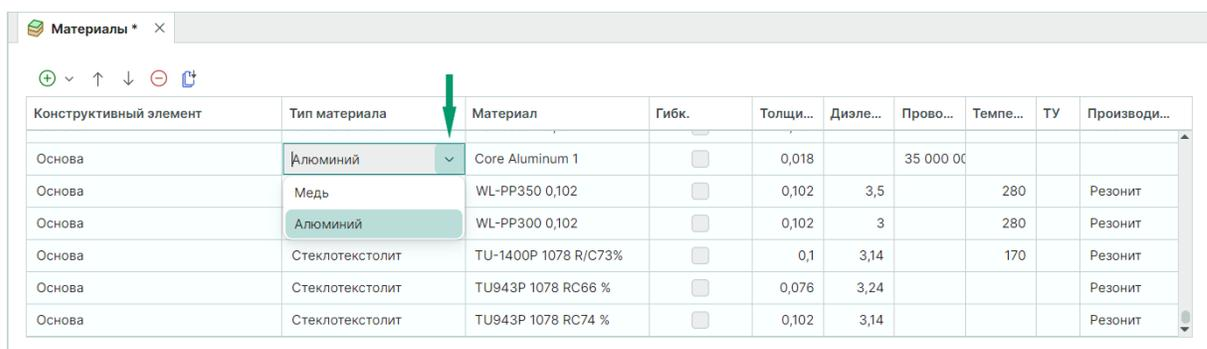

Рис. 25 Выбор материала
3. В поле «Тип материала» из выпадающего списка выберите материал добавленного конструктивного элемента, см. Рис. 25.